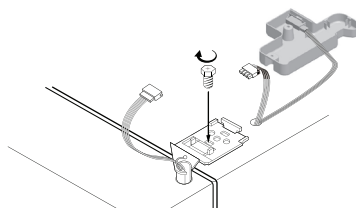

Figura 13b
- c** Gire o parafuso da dobradiça até que fique bem apertado (Figura 13b)